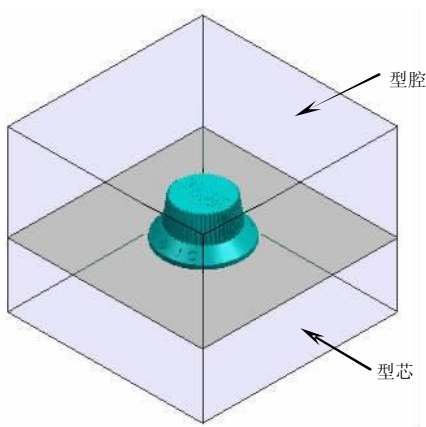

图5-11
1. 在菜单栏中选择【窗口】/【xuanniu_top_000.prt】选项，返回主模型界面，如图 5-11 所示。